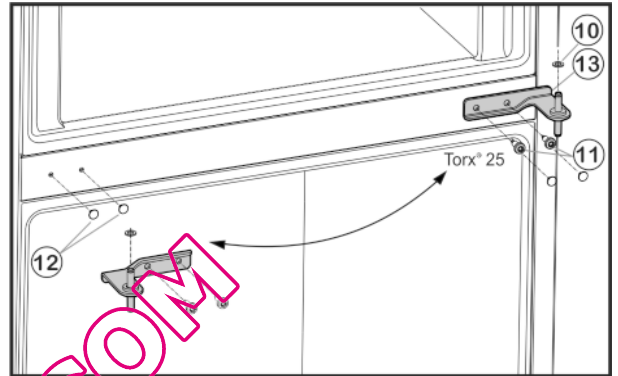

Fig. 5
- ▶ Desserrer les vis de fixation Fig. 5 (11) (2 fois Torx® 25) et retirer le support de palier du milieu de la porte inférieure.
- ▶ Retirer la rondelle en plastique Fig. 5 (10).
- ▶ Retirer soigneusement les habillages Fig. 5 (12) et les remettre en place du côté opposé.
- ▶ Remettre en place le support de palier du milieu *Fig. 5 (13)* à 180° dans la porte inférieure et la visser solidement à l'aide des vis de fixation *Fig. 5 (11)* (2 fois Torx® 25) sur le nouveau côté de la charnière (**avec 4 Nm**).
- ▶ Remettre en place la rondelle de plastique *Fig. 5 (10)*.
- ▶ Mettre en place la porte supérieure sur le support de palier *Fig. 5 (13)*.